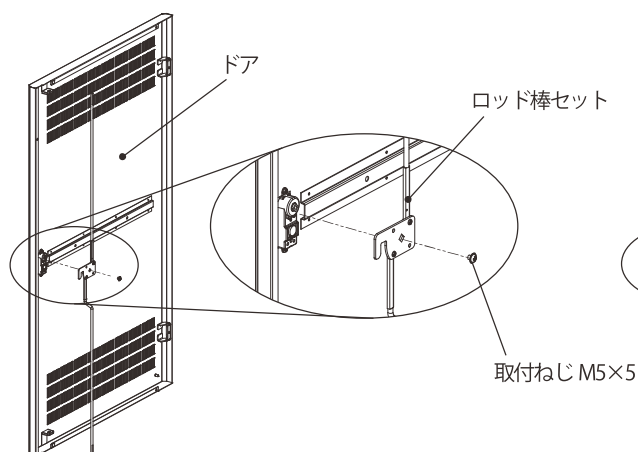

図 10
8. ドアからロッド棒セットの取付ねじM5×5(1か所)を取り外し、ロッド棒セットを取り外してください。(図 10)